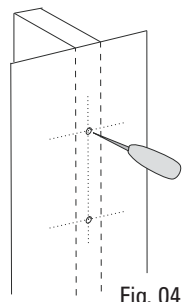

Fig. 04
2. Marque os locais de fixação dos parafusos (x2) para auxiliar a encontrar o centro da instalação (Fig. 04).